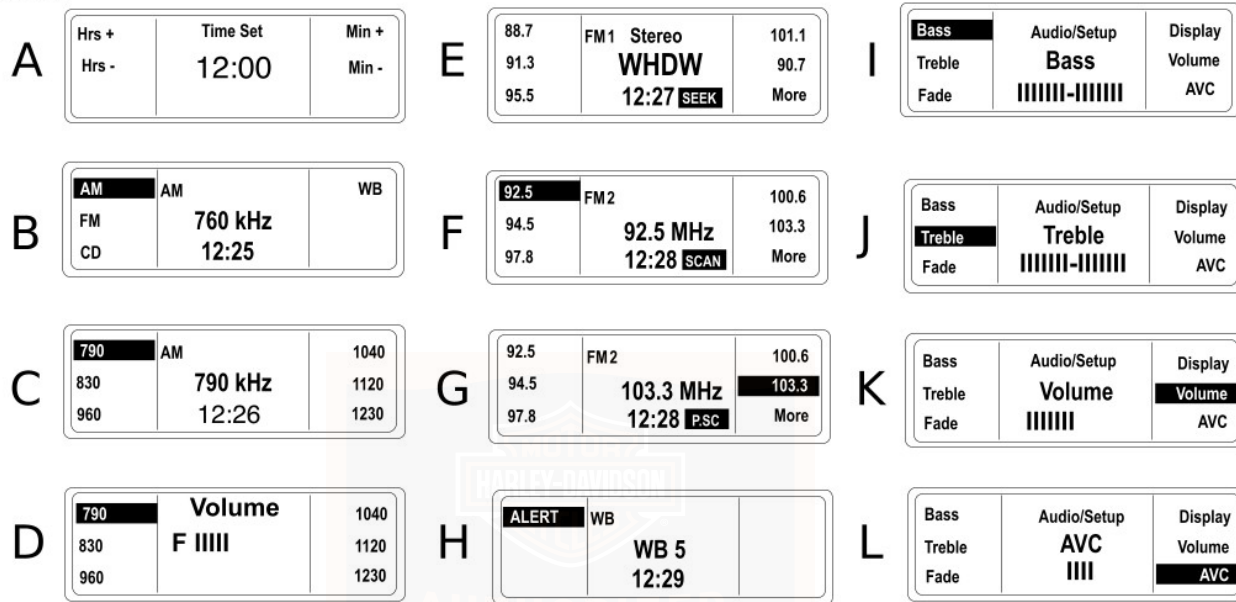

Figure 34. Exemples d'affichage à cristaux liquides
Voir A dans la Figure 34. Pour augmenter les heures sur l'affichage, appuyer sur la touche programmable Hrs+. Pour diminuer les heures, appuyer sur la touche programmable Hrs-. Quand l'heure est correcte, relâcher la touche programmable.
Voir B dans la Figure 34. L'affichage à cristaux liquides met en évidence la bande sélectionnée.
Voir D dans Figure 34. Quand le récepteur est en service, il est possible de régler le volume en appuyant sur le (+) du commutateur **AUDIO** pour augmenter le volume ou sur le (-) pour diminuer le volume.
Voir E dans la Figure 34. Normalement, le système audio avancé reproduit les signaux FM en stéréo. L'affichage à cristaux liquides indique **STEREO** (stéréo).
Voir H dans Figure 34. Les diffusions sur les fréquences de la National Oceanic and Atmospheric Administration (NOAA) National Weather Band (WB) ne sont disponibles qu'en Amérique du Nord.
Voir E dans Figure 34. Dans le mode de recherche (SEEK), la radio passe à la station suivante possédant un signal fort.
Voir F dans Figure 34. Maintenir enfoncé le commutateur de sélection de mode (**MODE SEL**) vers le haut (**UP**) ou vers le bas (**DN**) pendant environ 5 secondes pour balayer la bande pour les signaux des stations fortes. Chaque station forte reste accordée pendant 8 secondes avant que la radio ne
Voir C dans la Figure 34. AM peut enregistrer 6 fréquences préregistrées.
*Voir E et F dans la Figure 34. Des bandes FM1 et FM2 séparées permettent au conducteur de mémoriser 2 groupes de 5 fréquences FM préregistrées (total de 10). Utiliser la touche programmable **More** (plus) pour basculer entre FM1 et FM2. La plage totale de fréquences FM peut être sélectionnée pour FM1 ou FM2.*
Voir G dans Figure 34. Dans le mode balayage (SCAN), la radio syntonise d'une station forte à la suivante jusqu'à l'annulation du balayage. Une icône P.SC est affichée tant que le balayage pré-réglé est actif.
Voir D dans la Figure 34. Le volume est ajusté à l'aide du commutateur de commande audio (**AUDIO**) sur la poignée gauche. À l'aide du pouce gauche, enfoncer le commutateur
Voir K dans la Figure 34. On peut également régler le volume sur Audio/Setup (audio/réglage).
Graves (BASS) : Voir I dans la Figure 34. Appuyer sur **AUDIO** pour afficher Audio/Setup (audio/réglage) des graves. À l'aide du pouce gauche, enfoncer le commutateur de commande audio (**AUDIO**) vers le haut (+) pour augmenter les graves
Aigus (TREBLE) : Voir J dans Figure 34. A partir d'Audio/Setup (audio/réglage) Bass (graves), appuyer brièvement sur **AUDIO** pour passer sur Treble (aigus). À l'aide du pouce gauche, enfoncer le commutateur **AUDIO** vers le haut (+) pour augmenter les aigus ou vers le bas (-) pour diminuer les aigus.
Voir J dans la Figure 34. L'affichage à cristaux liquides affiche le mot Treble (aigus) et un graphique à barres qui change de longueur en fonction du réglage. Le trait central court indique un réglage médian.
Voir L dans Figure 34. La commande de volume automatique (AVC) règle automatiquement le volume et compense ainsi pour le bruit ambiant associé à la vitesse de la motocyclette.